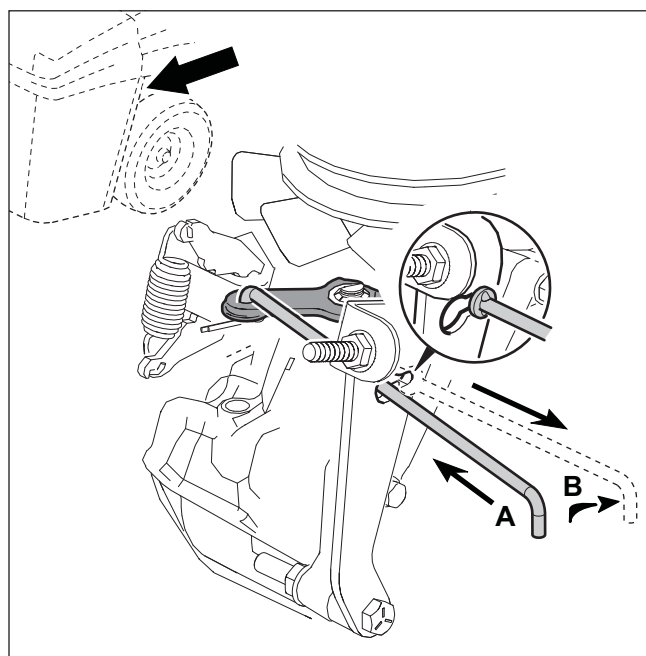

Figure 12
1. Le sectionneur d'entraînement automatique doit être en position CONDUITE (voir A, Figure 12).
2. Déplacer et verrouiller le sectionneur d'entraînement automatique en position POUSSER (voir **B, Figure 12**). La transmission est maintenant relâchée et l'unité peut être poussée.